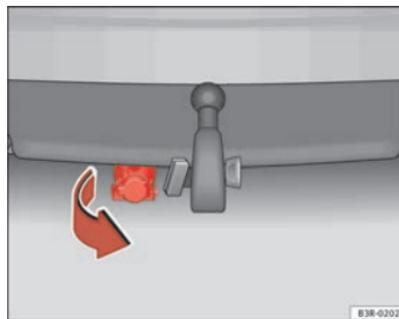

Fig. 169 Parachoques trasero: Pivotar hacia abajo la toma de corriente para el remolque
- Bascule hacia abajo la toma de corriente que se encuentra bajo el parachoques para conectar los cables del remolque ⇒ página 219, fig. 169.